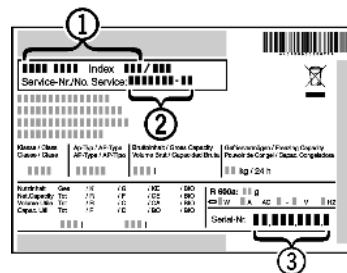

Fig. 11
- ▶ A készülék megnevezését Fig. 11 (1), a szerviz- Fig. 11 (2) és sorozatszámot Fig. 11 (3) a típustábláról olvassa le. A típustábla a készülék belsejében baloldalon található.
- ▶ Értesítse a vevőszolgálatot a hibáról, és adja meg nekik a készülék megnevezését Fig. 11 (1), a szerviz- Fig. 11 (2) és a sorozatszámot Fig. 11 (3).